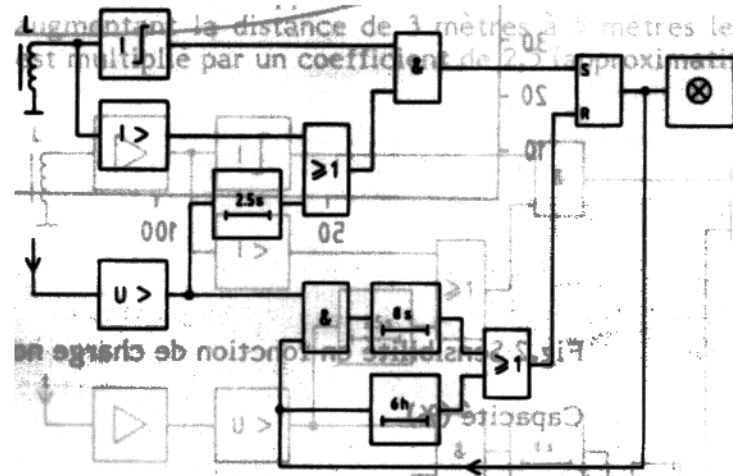

Fig.1 Schéma bloc pour KBX-110B
Le courant de ligne est capté par une bobine (L) située près du conducteur (voir Fig.1). La tension induite est ensuite redressée. Un changement de la tension continue est utilisée comme critère pour démarrer un circuit destiné à mesurer. La variation par échelon (détecteur di/dt). Simultanément la tension de ligne est captée par une antenne incorporée dans le module et connectée au système de fixation de la ligne et fournit une tension au capteur de mesure de tension. La présence de la tension de ligne et une augmentation de courant de ligne par un échelon feront fonctionner la porte ET pour enclencher la bascule SR. La lampe commence à clignoter. La sensibilité de l'appareil augmente avec l'augmentation du courant de ligne (voir Fig.2).